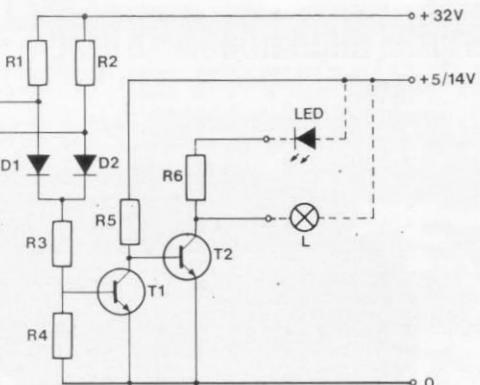

Abb. 4. Schaltschema der Gleisbesetzmeldung
► Abb. 4 (Großbild). Blick in Längsrichtung – fast über die gesamte Anlage, deren Leitmotiv „Bergwelt-Romantik in N“ hier besonders deutlich wird. Und wer es im Haupttext noch nicht gelesen hat, möge anhand dieser Abbildung einmal schätzen, wieviele Bäume auf dieser Anlage „ gepflanzt“ wurden . . .
Abb. 9. Dieser Unterwegsbahnhof ist keilförmig zwischen zwei Hauptstrecken angelegt; bei der ein-gleisigen Nebenbahn handelt es sich um die auf dem Gleisbildstellpult (Abb. 4) am oberen Rand verlaufende Strecke.